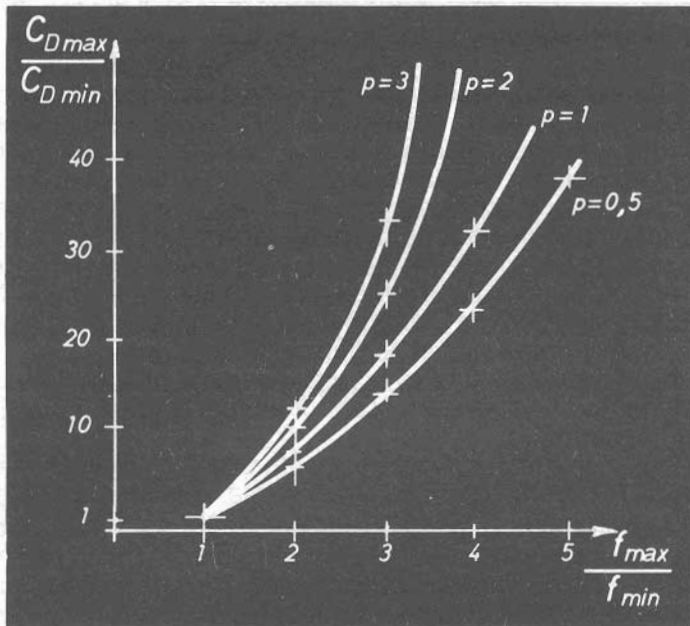

figura 6
Fissata, quindi, la gamma di frequenze che interessa e nota o stimata la capacità parassita C_p è possibile determinare il rapporto $C_{D \text{ max}}/C_{D \text{ min}}$ e, conoscendo la tensione di sintonia disponibile, scegliere un diodo di caratteristiche idonee. In figura 6 è rappresentata graficamente la (2) in cui si è posto $C_p = pC_{D \text{ min}}$. Tale grafico è valido anche nel caso di condensatori variabili ad aria tradizionali per un rapido dimensionamento di circuiti accordati a sintonia variabile. Per vedere ora che effetto ha l'accordo a varicap sulla banda passante è opportuno definire il fattore di merito del diodo come: